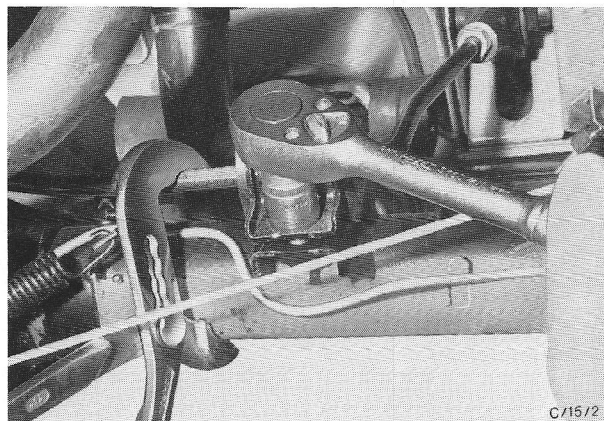

Fig.145 Bevestiging van de stabilisatorstang aan de achterbrug.
2. Maak beide stabilisatorstangklemmen los van de achterbrug (4 bouten). Trek de stabilisatorstang naar achteren (eventueel met een geschikt stuk gereedschap) om de bouten te ontlasten (fig.145).
5. Monteer de klemmen. Druk de stabilisatorstang met een geschikt stuk gereedschap naar achteren, d.w.z. op de steun, om de boutgaten in lijn te brengen zodat de bouten er gemakkelijk kunnen worden ingestoken (fig.145). Draai de bouten met het voorgeschreven aantrekkoppel vast.